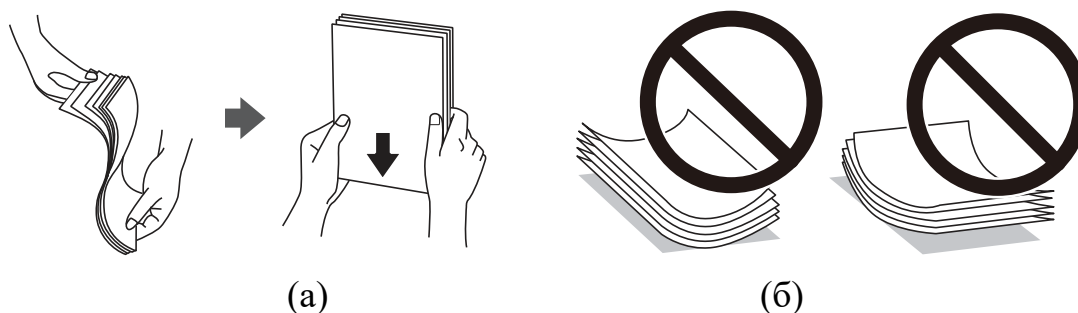

Рисунок 2.3 – Вирівнювання паперу перед завантаженням
Для того що виконати налаштування через дану програму потрібно спочатку ввімкнути БФП, після того завантажити Epson Smart Panel на мобільному пристрої. Відображається екран програми показаний на рисунку 2.3, який складається із наступних елементів (див. рисунок 2.3): 1 – стрічка повідомлень із головним меню програми в лівій частині, 2 – назва принтера та рівень чорнила, 3 – екран із відображенням відповідного пункту меню, 4 – рядок стану із інформацією про принтер та кнопкою  його налаштувань.
- перед тим як завантажувати в лоток папір слід розгорнути віялом, щоб окремі аркуші між собою не були склеяні тоді вирівняти краї паперу (рисунок 2.3.а);